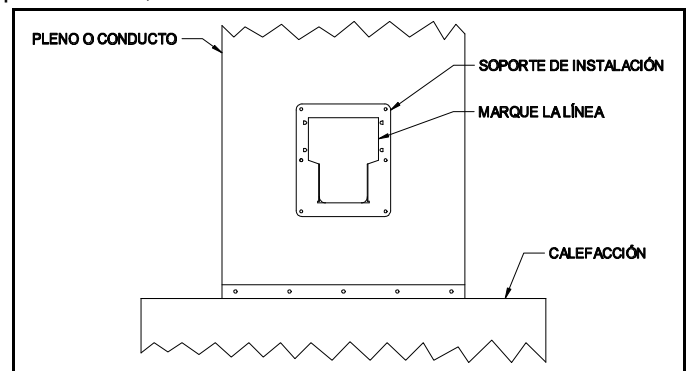

Figura 2
2. Sujete el soporte de montaje contra el pleno o conducto donde ha de instalarse la unidad, asegurándose de que esté nivelada. Haga las marcas de los seis orificios y una línea alrededor de la abertura interior. (Vea Figura 2) En la parte inferior de cada esquina de la abertura, marque un radio, de manera que la parte que corte y saque encaje dentro del contorno interior del depósito (se puede usar como guía una de las esquinas del soporte de montaje).